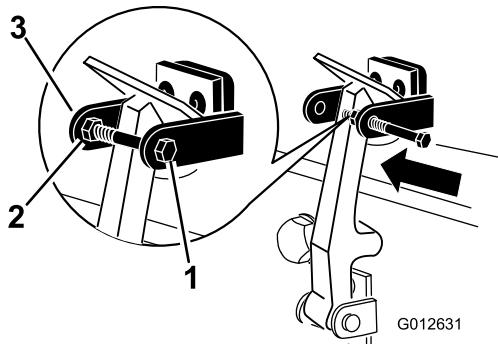

Figura 15
- Enrosque el perno en el otro brazo del seguro de cierre del capó para fijar la posición del cierre (Figura 15). Apriete firmemente los pernos, pero no apriete la tuerca.